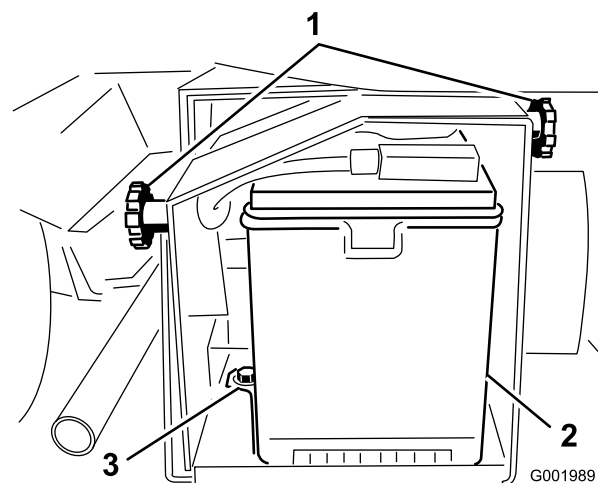

Figure 56
2. Desserrez les boutons sur les côtés du bac de la batterie et enlevez le couvercle de la batterie (Figure 56).
5. Retirez le dispositif de retenue et les fixations de la batterie (Figure 56).
2. Posez le dispositif de retenue de la batterie et serrez-le avec les fixations retirées précédemment (Figure 56).
4. Posez le couvercle de la batterie et fixez-le à l'aide des 2 boutons (Figure 56).
1. Desserrez les boutons sur les côtés du bac de la batterie et enlevez le couvercle de la batterie (Figure 56).